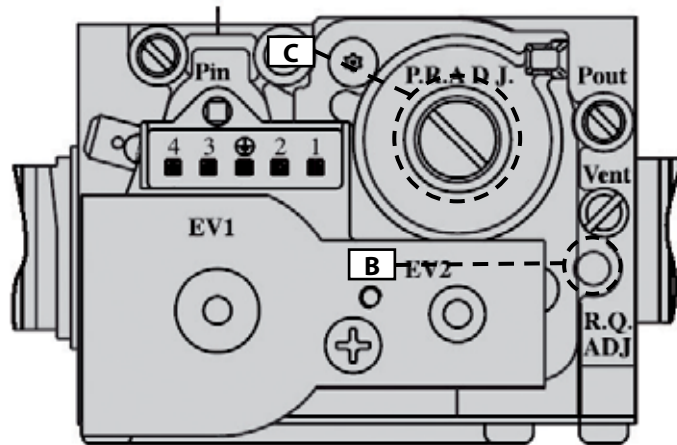

рис. 29
- Удостовериться, что комнатный термостат (опция), если таковой имеется, включен (ON).
- Отрегулировать уровень содержания углекислого газа (CO₂) в дымовых газах с помощью соответствующего регулятора В (рис. 29) удостовериться, что его величина находится в пределах, указанных в таблице 16. Не выключая режим «трубочист», перейти к следующему этапу — регулировке минимальной мощности.
- Отрегулировать уровень содержания углекислого газа (CO₂) в дымовых газах с помощью соответствующего регулятора offset С (рис. 29) и удостовериться, что его величина находится в пределах, указанных в таблице 18.